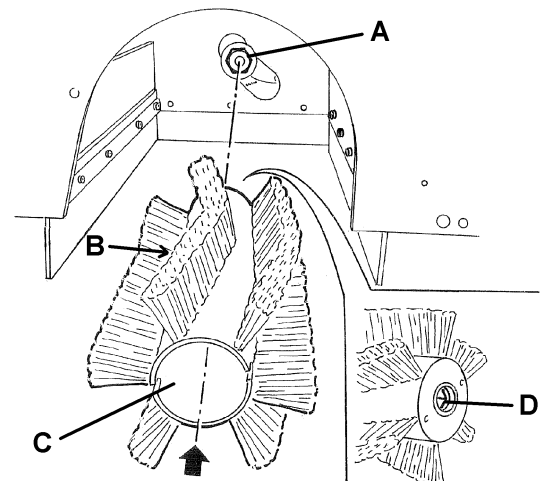

Abbildung 5
7. Prüfen, dass die Nabe (A, Abb. 5) frei von Schmutz und Gegenständen (Leinen, Lappen, usw.) ist, die zufällig aufgerollt wurden.
8. Die neue Hauptkehrwalze einbauen, durch Stellen der Borsten (B, Abb. 5) wie es in Abbildung dargestellt ist.
9. Die neue Hauptkehrwalze (C, Abb. 5) in die Maschine einsetzen und sicherstellen, dass die Einrastvorrichtung (D) in die entsprechende Nabe (A) eingefügt wird.